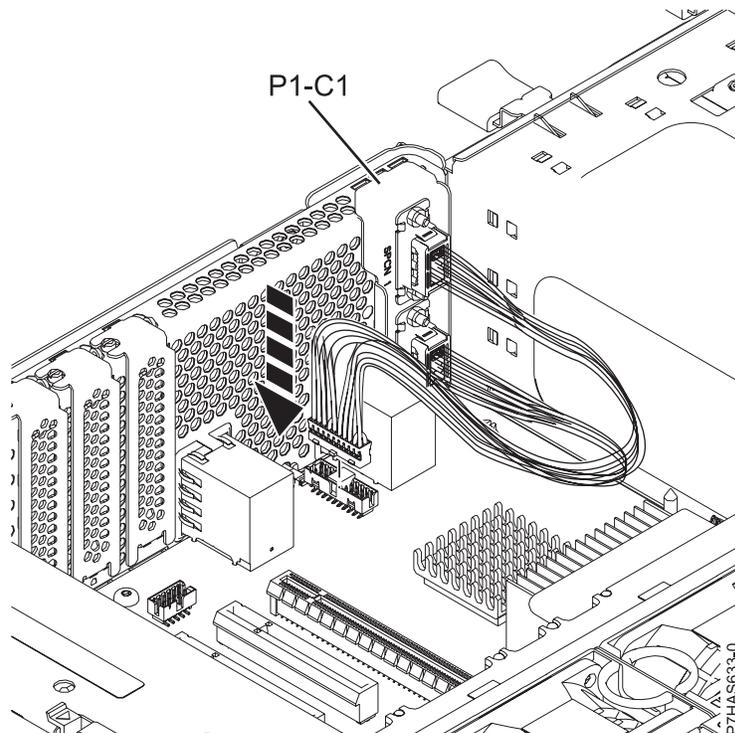

図 12. SPCN ケーブル・アセンブリーの取り替え
- a. 14 ページの図 12 に示す FC EJOG 2 ポート SPCN ケーブル・アセンブリー (C) のテール・ストック・ブラケットを注意してつかみ、それをシャーシ後部の GX スロット 1 (P1-C1) の開口部に位置合わせします。
- c. 14 ページの図 12 に示されているように、ケーブルのもう一方の端をシステム・バックプレーンのコネクタに差し込みます。